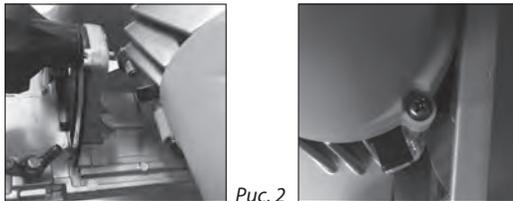

Рис. 2
**Замена пильного диска** (Рис. 2).